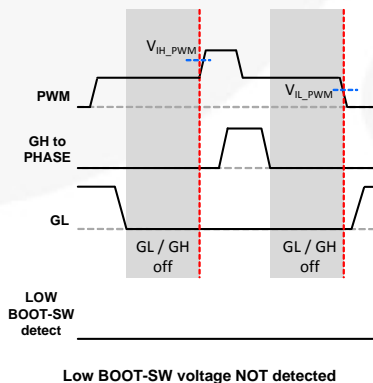

图 35. 未检测到较低的 BOOT-SW 电压并且 PWM 从三态变为高电平或低电平
- 如果未检测到低 BOOT-SW 电压状况，在退出三态时，SPS 执行 PWM 指令（参见图 35）。